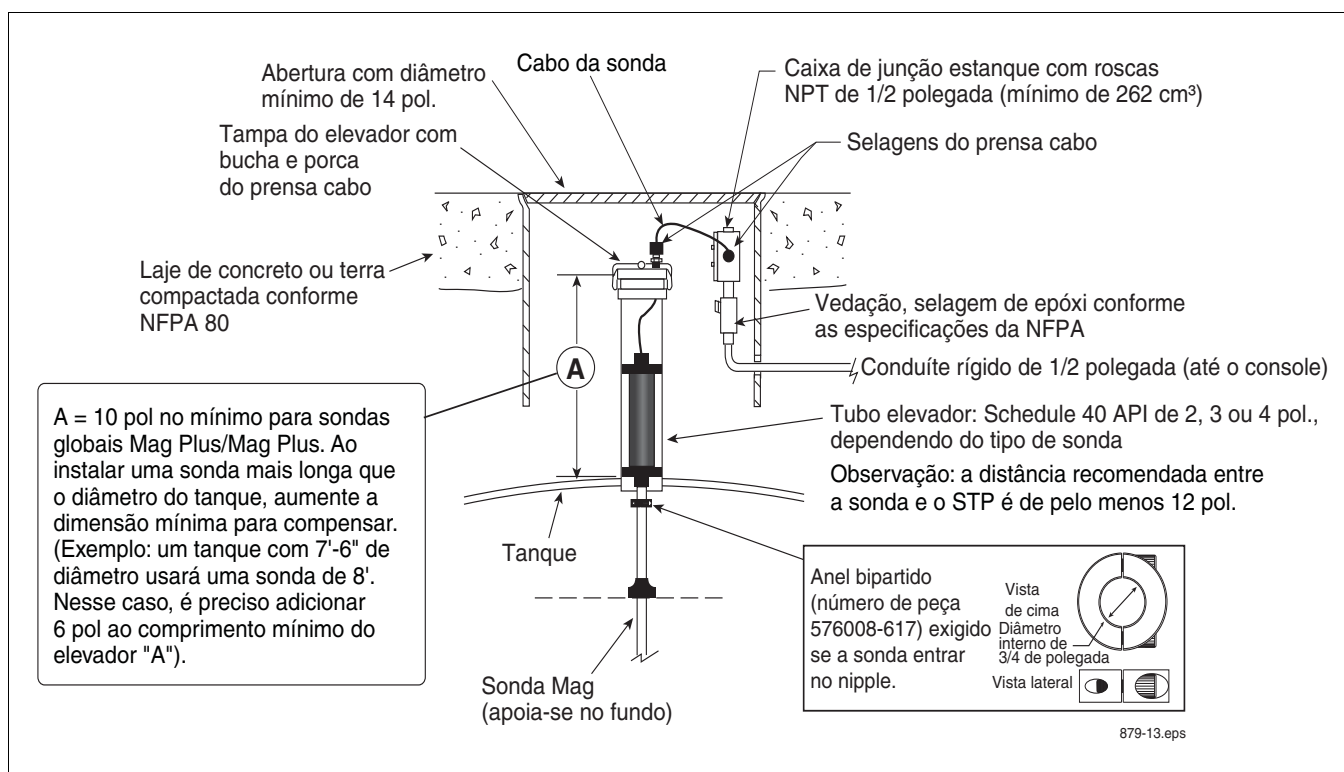
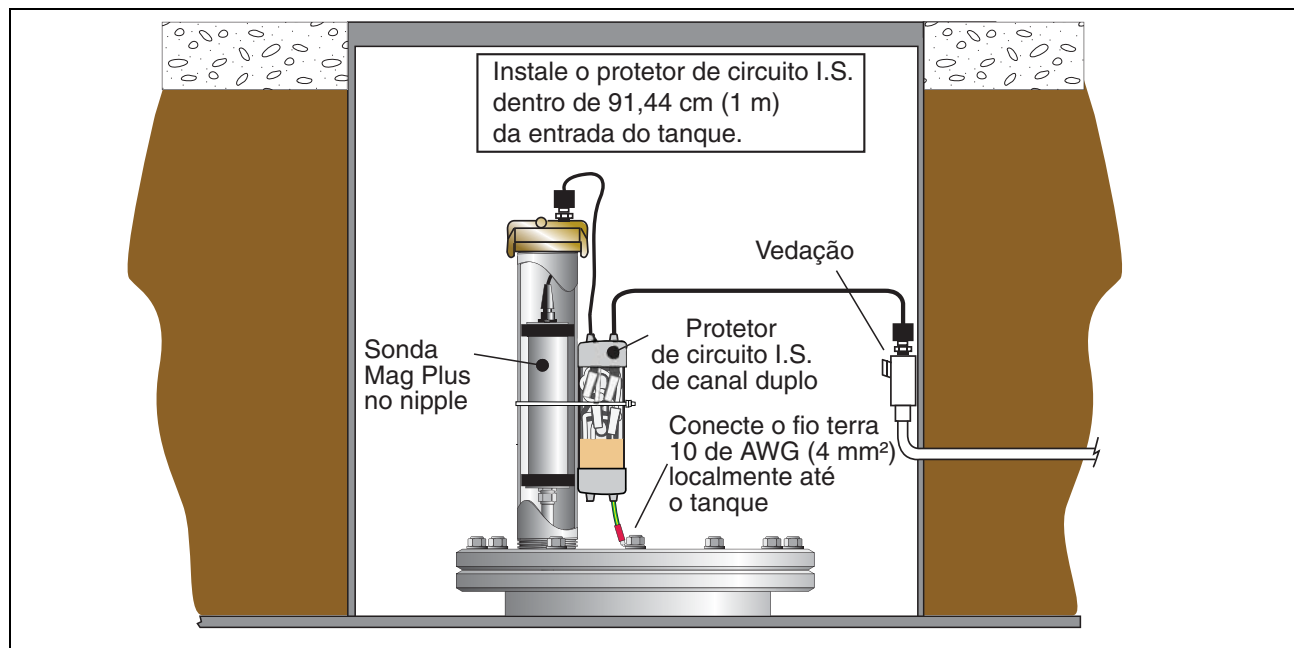
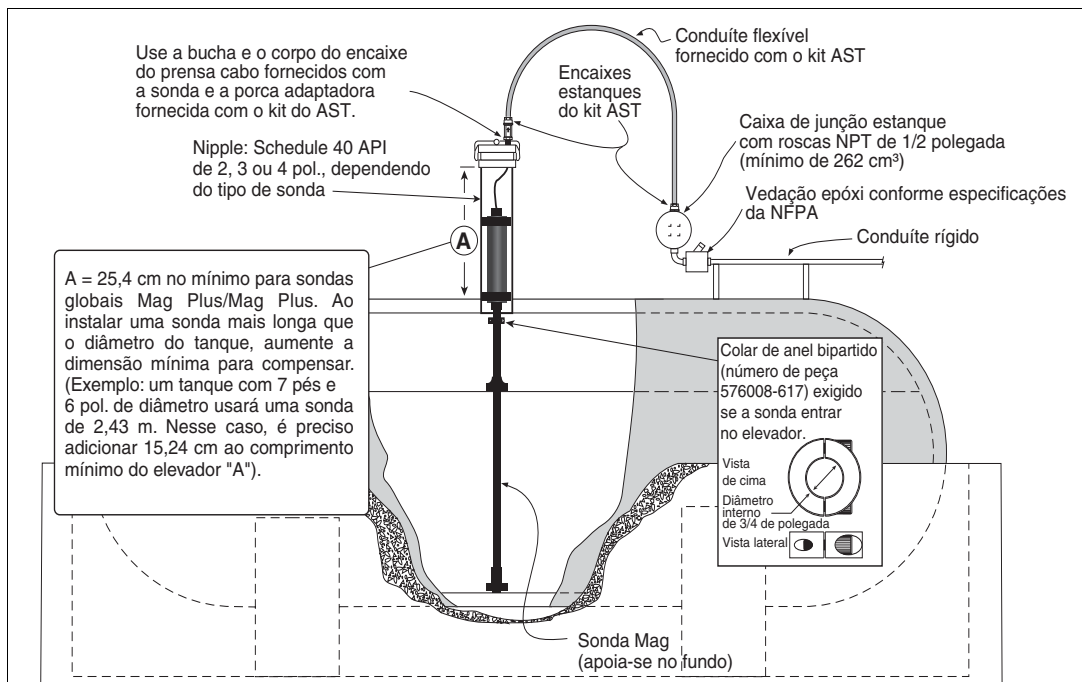

Figura 12. Instalação da sonda Mag Plus UST - Nipple dedicado
Figura 13. Instalação UST opcional da sonda Mag Plus com Protetor de circuito I.S.
Figura 14. Instalação da sonda Mag Plus AST - Elevador dedicado
4. Deslize suavemente a(s) boia(s) até a parte inferior do eixo da sonda antes de elevar a sonda. Baixe com cuidado a sonda sobre o tubo do elevador até que a boot fique apoiada sobre o fundo do tanque [consulte a Figura 12 para ver um exemplo de instalação UST, a Figura 13 para ver um exemplo de instalação UST com protetor de circuito I.S. ou a Figura 14 para ver um exemplo de instalação AST].